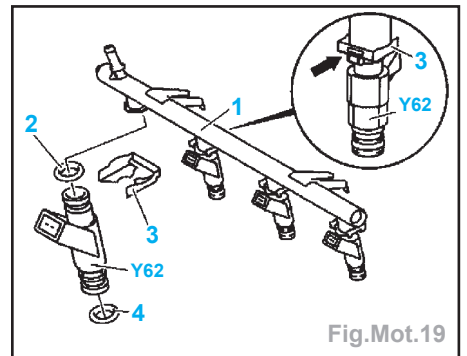

Fig.Mot.19
- Déposer la rampe d'injection (1) (Fig.Mot.19) :